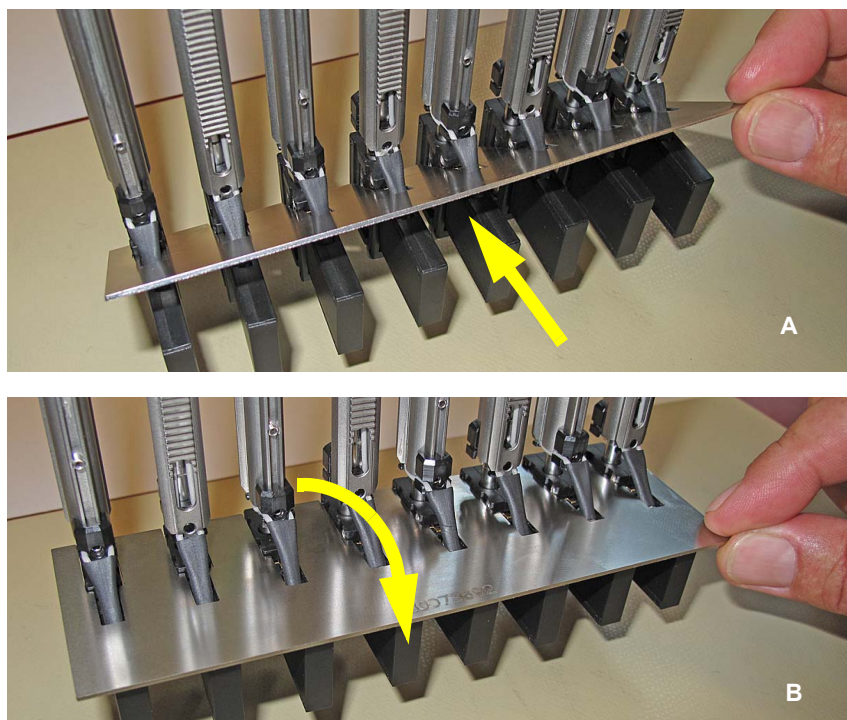

Fig. 7-12 Calibro di regolazione per adattatori dei puntali del braccio di pipettaggio a spostamento d'aria
- 5 Distanziare le barre di supporto dell'asse Z e fissare gli adattatori dei puntali del braccio di pipettaggio a spostamento d'aria in posizione, inserendo il calibro di regolazione per gli adattatori dei puntali come mostrato nella Fig. 7-9, 7-38 (sequenza di inserimento come mostrato nella Fig. 7-12, 7-41)
- ♦ Controllare che gli adattatori dei puntali del braccio di pipettaggio a spostamento d'aria siano allineati correttamente. Deve essere possibile inserire il calibro di regolazione sugli adattatori dei puntali del braccio di pipettaggio a spostamento d'aria come mostrato nella Fig. 7-12, 7-41.